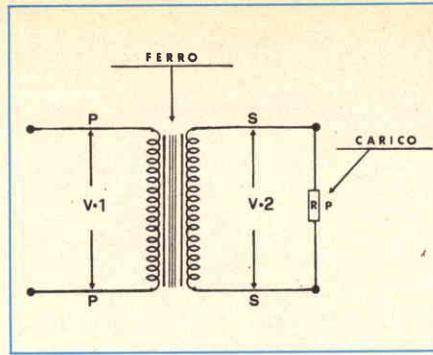
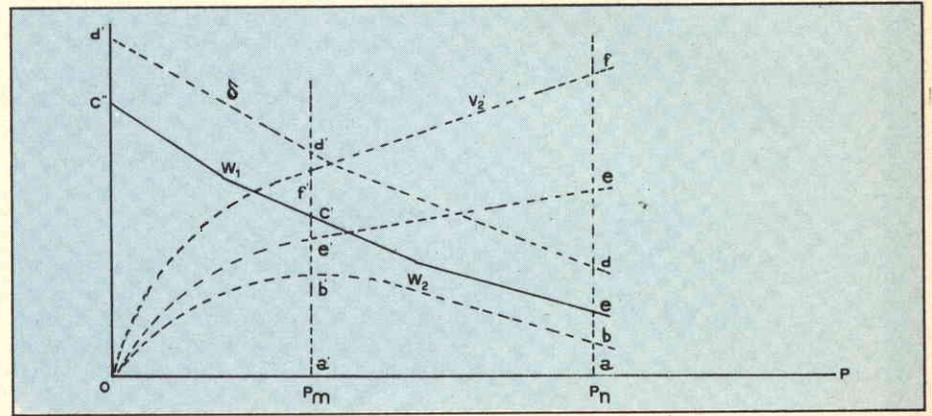

Fig. 7 -
Fig. 8 -
1) Si indica con V_1 la differenza di potenziale ai morsetti del primario P P in volt (vedi Fig. 7); essa è supposta costante ed è la tensione della rete d'alimentazione. 2) Si indica con V_2 la differenza di potenziale ai morsetti del secondario S S quando è aperto, mentre si indica con V_2' la stessa d.d.p. quando esso è chiuso sulla resistenza P. È sempre V_2' minore di V_2 e la differenza $V_2 - V_2'$ è la caduta di tensione secondaria da vuoto a carico, mentre il rapporto $\frac{V_2 - V_2'}{V_2} \times 100$ è la caduta di tensione
11) Consideriamo lo schema di Fig. 7 e, restando costante V_1 , facciamo variare P da ∞ (funzionamento a vuoto) a zero (funzionamento in corto circuito). La Fig. 8 fornisce indicativamente le corrispondenti variazioni delle grandezze del trasformatore e cioè: la tensione V_2 va da V_2 a zero. La densità va da zero al valore massimo. Il rendimento η è zero a vuoto, poi cresce rapidamente e infine decresce lentamente per ritornare a zero. La potenza primaria W_1 va da un valore prossimo a zero a un valore massimo. La potenza secondaria W_2 va da zero a zero passando per il massimo, che chiameremo W_{2m} quando P assume un particolare valore che chiameremo " P_m ". Interessa esaminare il valore di queste varie grandezze in corrispondenza a quattro particolari valori di P e precisamente: